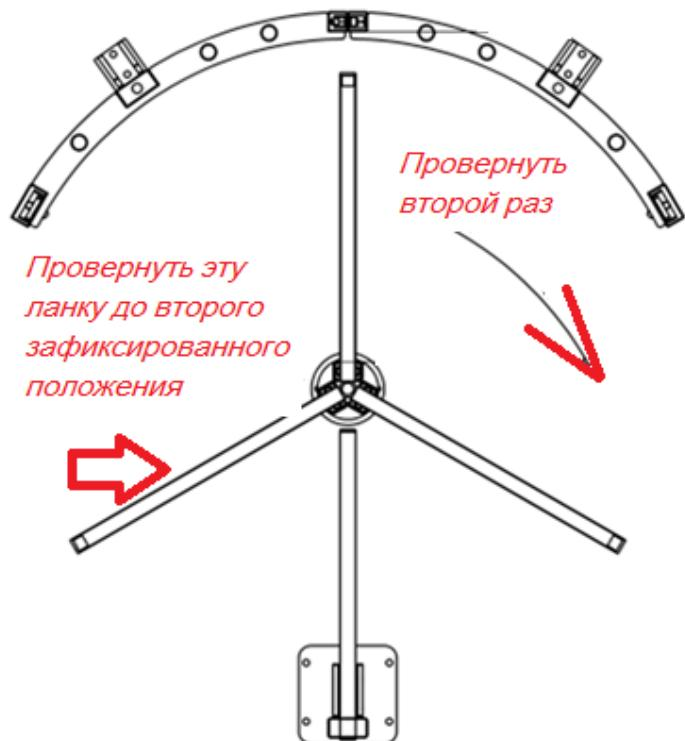

Рисунок 7 – Второй проворот ротора до следующего преграждающего положения
5) Рисунок 7 – после второго положения нужно опять провернуть на 60 градусов в течение, не более 5 секунд, до следующего третьего преграждающего положения и зафиксировать его в этом положении. После чего соленоиды защелкнутся, отщелкиваться уже не будут.